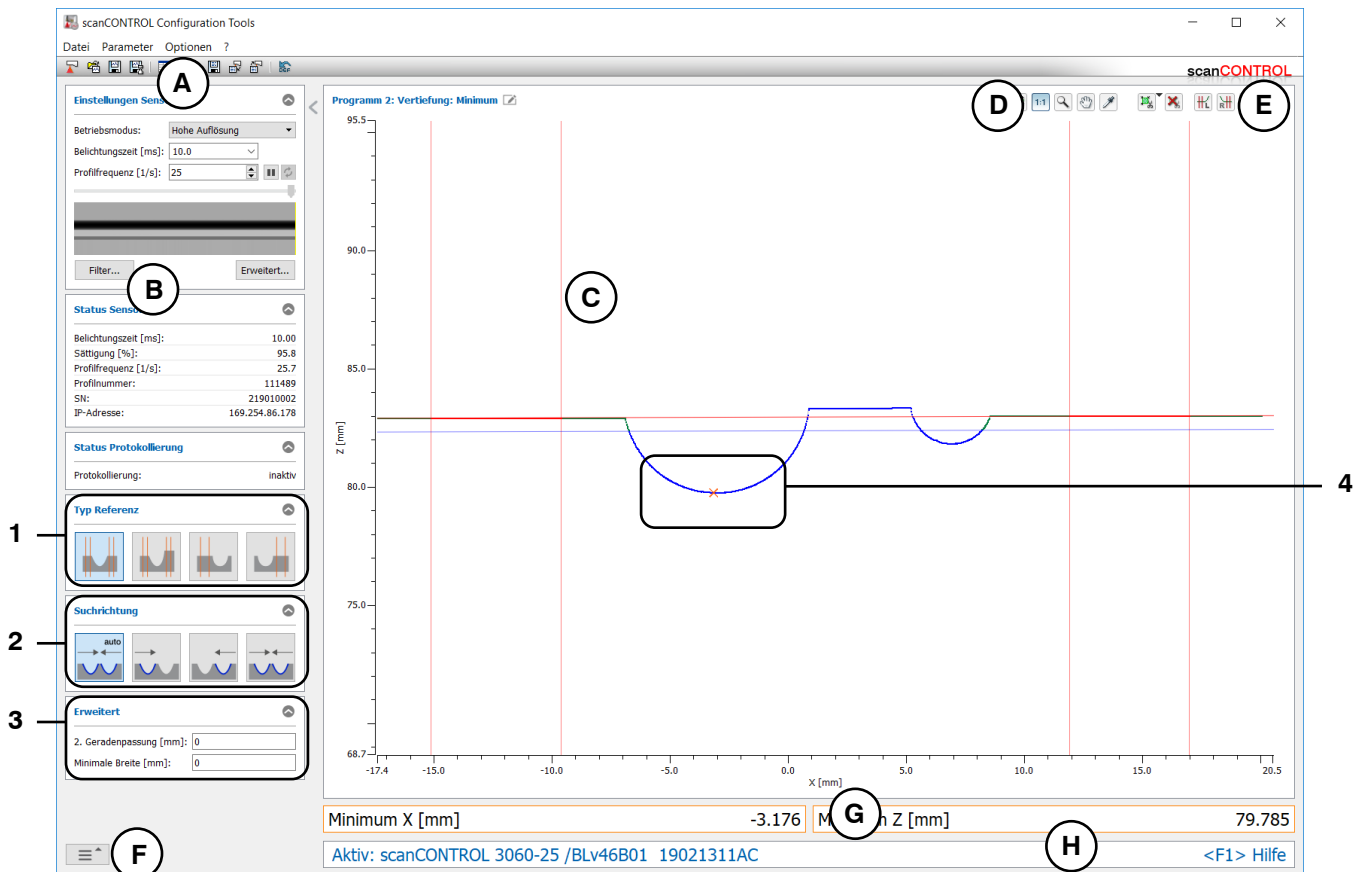

Abb. 4.33: Messprogramm „Vertiefung Minimum“
- Definieren Sie den Typ der Vertiefung (siehe Abb. 4.33 und Kap. 3.13.1):